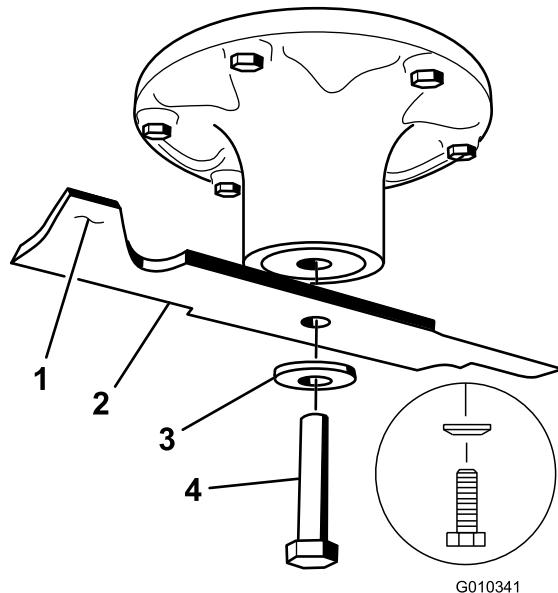
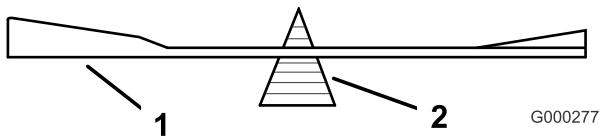

Figura 59
Figura 61
Sujete el extremo de la cuchilla usando un trapo o un guante grueso. Retire del eje el perno de la cuchilla, la arandela curva y la cuchilla (Figura 59).
2. Verifique el equilibrio de la cuchilla colocándola sobre un equilibrador de cuchillas (Figura 61). Si la cuchilla se mantiene horizontal, está equilibrada y puede utilizarse. Si la cuchilla no está equilibrada, rebaje algo el metal en la parte de la vela solamente (Figura 59). Repita este procedimiento hasta que la cuchilla esté equilibrada.
1. Instale la cuchilla en el eje (Figura 59).
2. Instale la arandela de muelle y el perno de la cuchilla. El cono de la arandela de muelle debe estar orientado hacia la cabeza del perno (Figura 59). Apriete el perno de la cuchilla a 135-150 Nm.